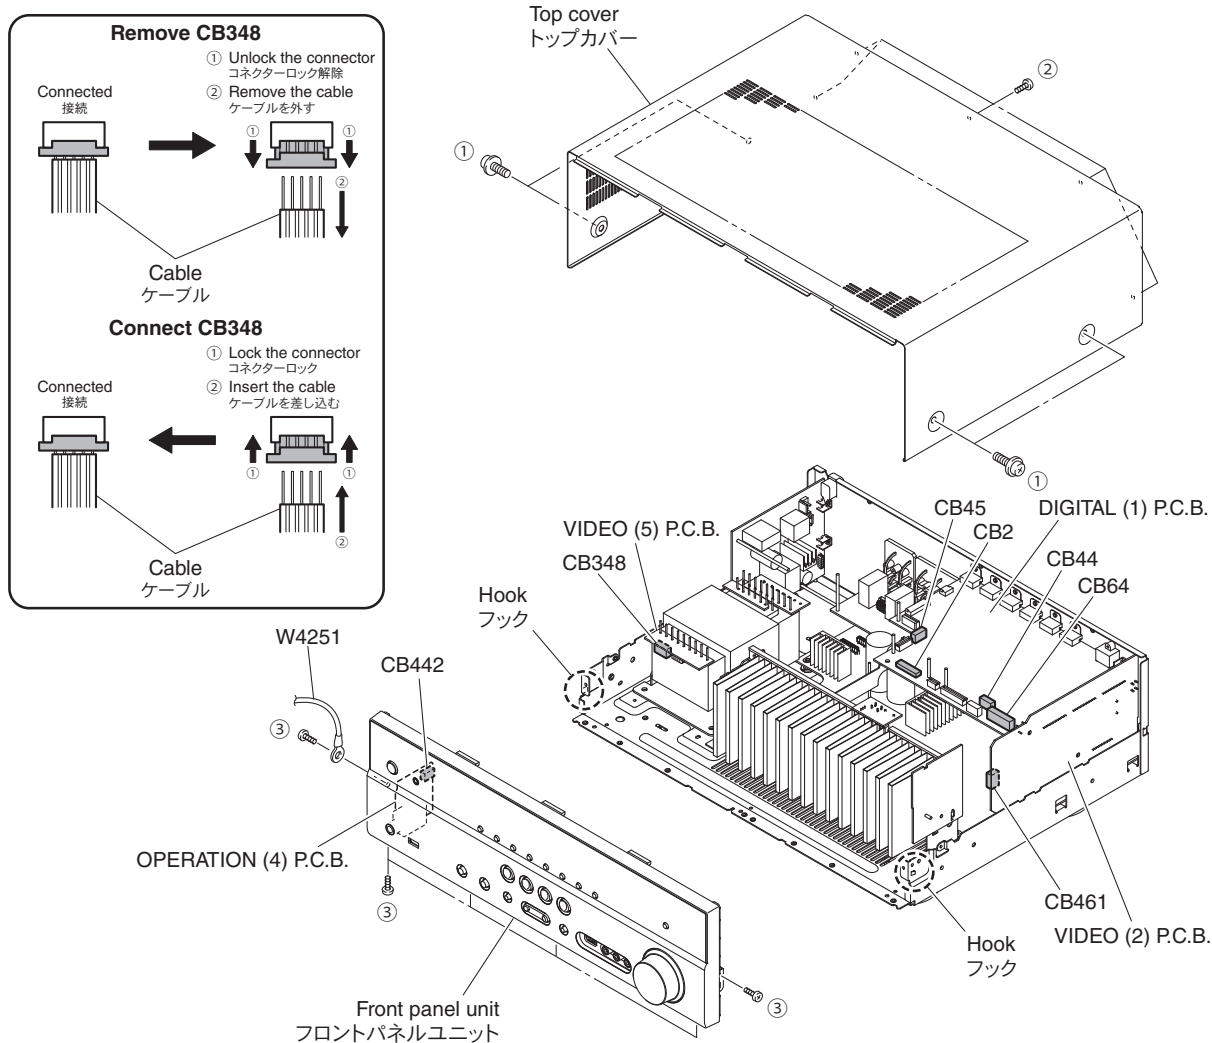

Fig. 1
- Remove 4 screws (①) and 5 screws (②). (Fig. 1)
- Lift the rear of the top cover to remove it. (Fig. 1)
- ①のネジ4本、②のネジ5本を外します。(Fig. 1)
- トップカバーの後部を持ち上げ、外します。(Fig. 1)
- Remove 7 screws (③), and remove W4251. (Fig. 1)
- Remove CB2, CB44, CB45, CB64, CB442 and CB461. (Fig. 1)
- Unlock and remove CB348. (Fig. 1)
- Release 2 hooks on both ends and remove the front panel unit. (Fig. 1)
- ③のネジ7本を外し、W4251を外します。(Fig. 1)
- CB2、CB44、CB45、CB64、CB442、CB461を外します。(Fig. 1)
- ロックを外し、CB348を外します。(Fig. 1)
- フック2箇所を外し、フロントパネルユニットを外します。(Fig. 1)